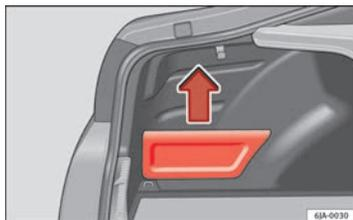

Abb. 96 Gepäckraum:
- Greifen Sie die Abdeckung an der Oberseite und ziehen Sie sie in Pfeilrichtung ab ⇒ Abb. 96.